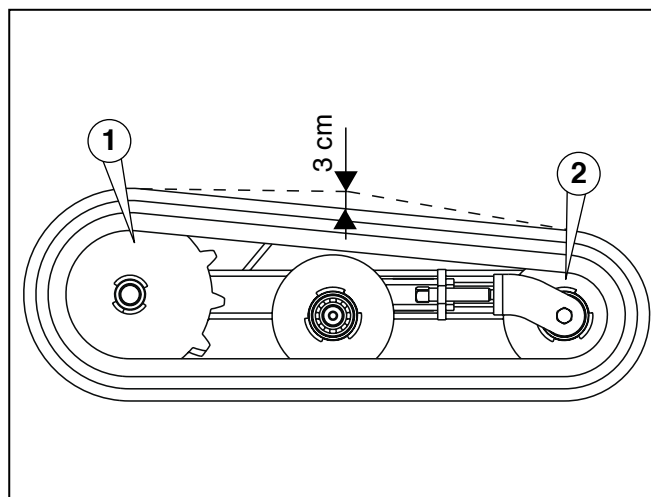

Fig. 14 - Tensionamento cingolo
- Inserire il nuovo cingolo facendolo calzare sulla ruota motrice (1 Fig. 14) e sul rullo tendicingolo (2 Fig. 14), facendo attenzione a far combaciare i denti della ruota dentata con i passi centrali presenti internamente ai cingolo.